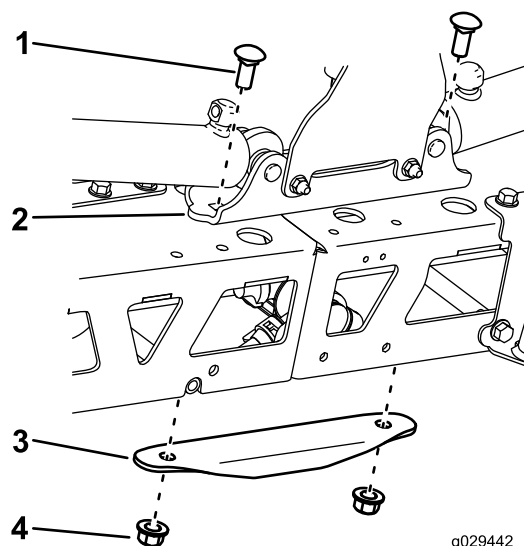

Figura 4
1. Rimuovete la piastra di rinforzo e la piastra di appoggio del cilindro (Figura 4).